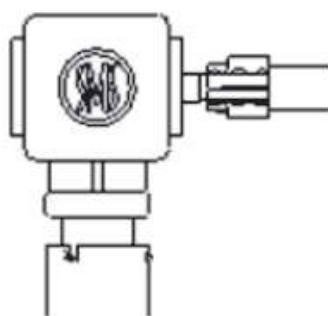

Рис. 56
9.6.2.6. Поставьте верхний защитный кожух XM8170.301 под угловым редуктор, наденьте хомут на втулку XM8210.303.3 и отрегулируйте так, чтобы три штифта вошли в три паза. Поверните защитный кожух так, чтобы штифты зафиксировались в горизонтальных пазах (Рис.56).